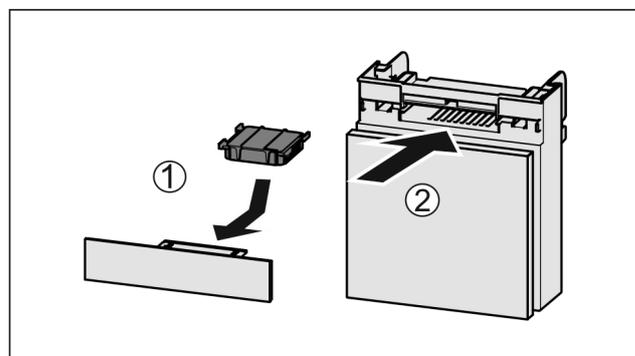

Fig. 109
- ▶ Wkładać Fig. 109 (1) filtr z węglem aktywnym zgodnie z ilustracją.
- ▶ Wsunąć komorę Fig. 109 (2).